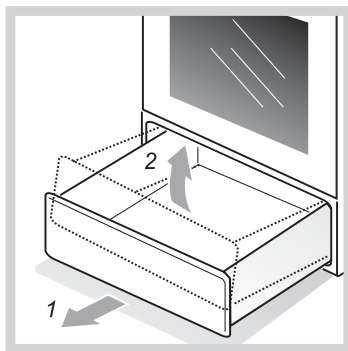

Рис. 15
- Как достать ящик, показано на рис. 15.